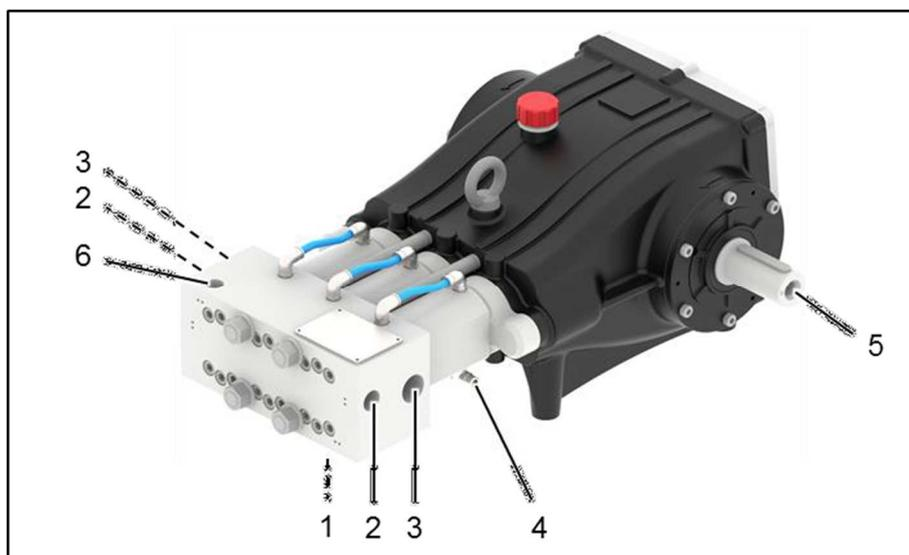

Figura 13: Interfacce della pompa (immagine simile)
1. Collegare le tubazioni come illustrato nella Figura 13. Consigliamo di utilizzare tubazioni flessibili in modo da evitare la trasmissione di vibrazioni.
3. Per lo sfiato dell'acqua si consigliano valvole di sfiato (automatiche). Per il collegamento della tubazione della pressione in ingresso è necessario un raccordo di G1" (vedere Figura 13: Posizione 3). Per il collegamento della linea di alta pressione, è necessario un raccordo di M24x1,5 (vedere Figura 13: Posizione 2). Inoltre occorre utilizzare dispositivi di fissaggio dei tubi flessibili.